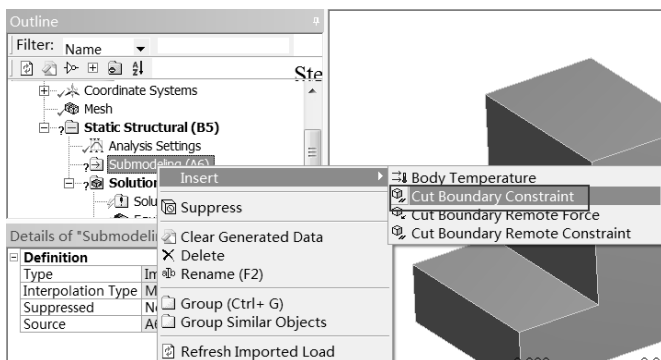

图 5-196 快捷菜单
Step11：右击 Submodeling (A6)，在弹出的快捷菜单中选择 Insert Cut Boundary Constraint 命令，如图 5-196 所示。